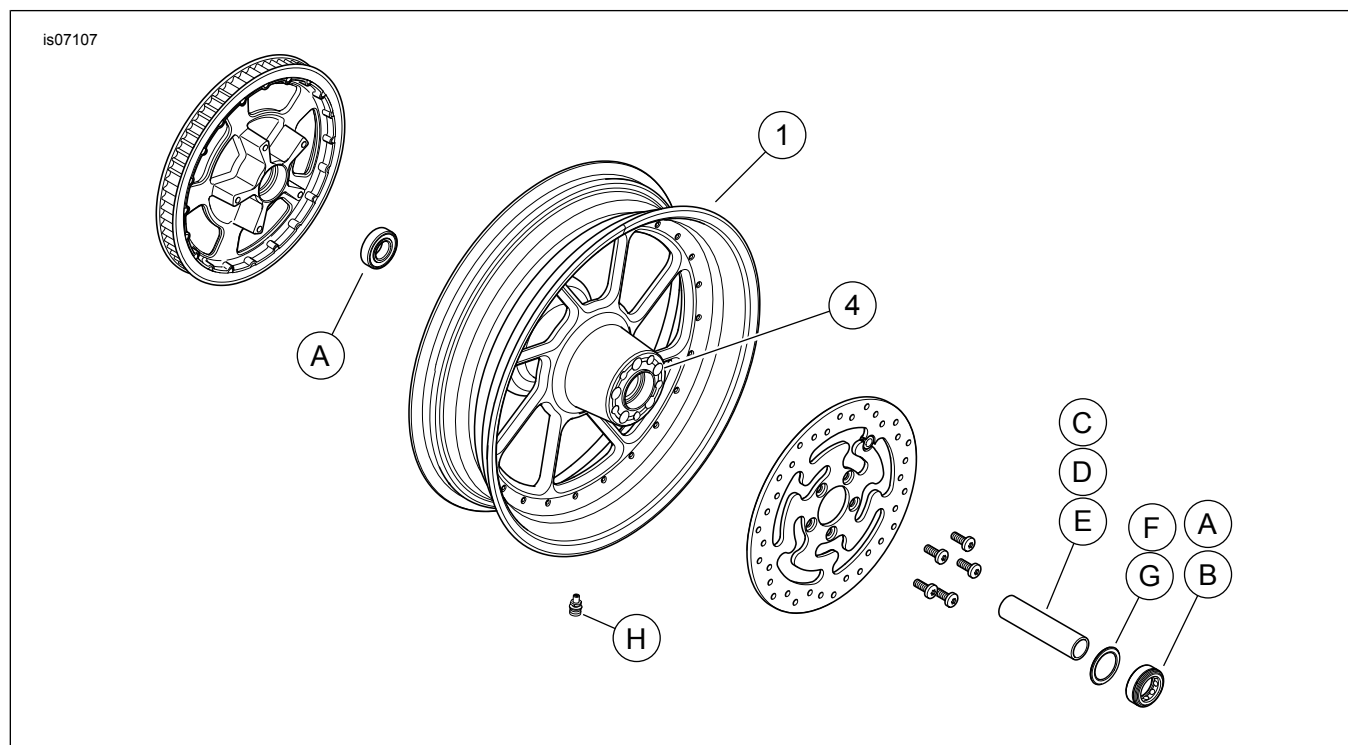

Figura 1. Parti di ricambio: Ruote posteriori Road Winder
Vedere Figura 1 e le tabelle delle parti di ricambio.
2. Vedere Figura 1. Installare il gruppo dello stelo della valvola (H) sulla ruota. Vedere il manuale di manutenzione.